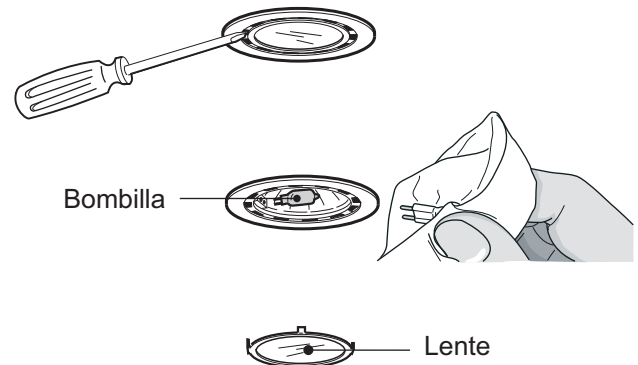

Figura 5: Reemplazo de las bombillas halógenas
1. Con un destornillador de punta plana o una herramienta semejante, afloje la lente de protección haciendo palanca, como se muestra en la Figura 5.